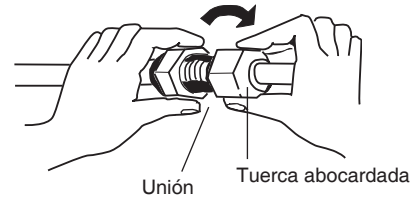

Fig. 5-5
- (3) Para una conexión apropiada, alinee el tubo de unión y abocardado los tubos rectos entre sí, luego atornille la tuerca abocardada ligeramente al principio para obtener un acoplamiento liso. (Fig. 5-5)